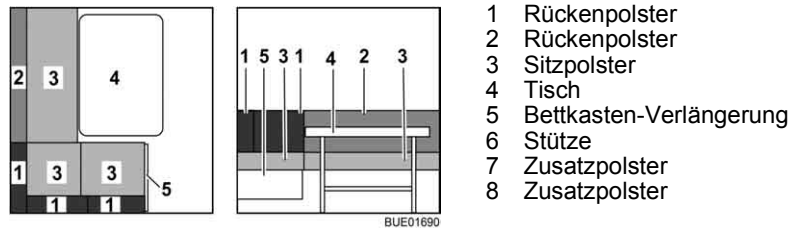

Bild 110 Vor dem Umbau
- Tisch (Bild 110,4) zum Bettunterbau umbauen (siehe Abschnitt 6.12).
- Die Rückenpolster (Bild 110,1 und 2) abnehmen und beiseite legen.